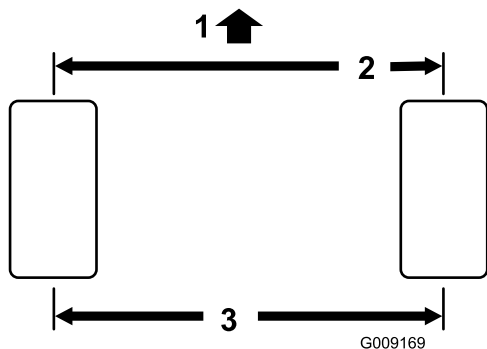

Bild 72
1. Messen Sie den Abstand vorne und hinten an den Lenkreifen Mitte-zu-Mitte (auf Achshöhe). Der Wert für vorne darf höchstens 3 mm kleiner sein als der Wert für hinten (Bild 72).